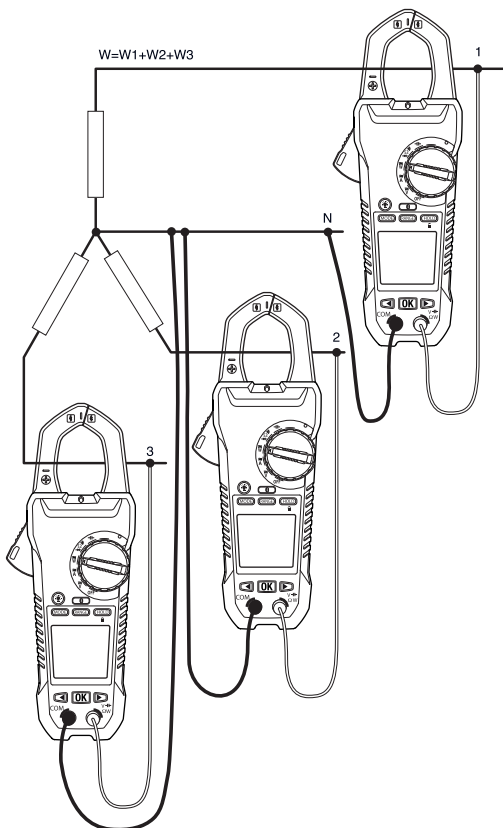

Figura 5.4 Misurazione trifase a 4 fili
La potenza di una configurazione trifase a 4 fili è misurata in tre passaggi, come mostrato in Figura 5.4. La potenza totale è data dalla somma delle tre misurazioni: $W = W_1 + W_2 + W_3$
3. Acquisire tre misurazioni di potenza attiva, in accordo alla Figura 5.4.